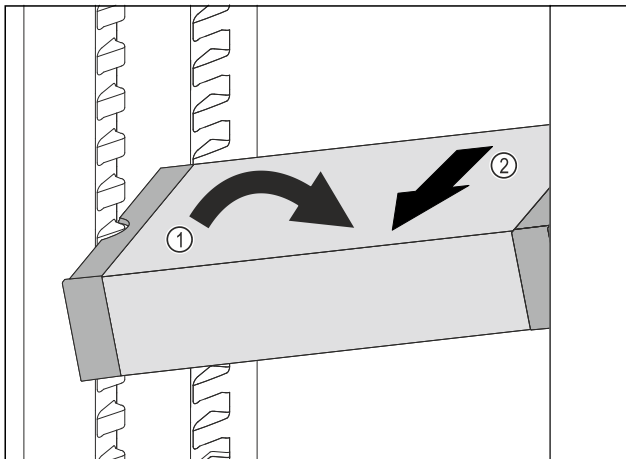

Fig. 120
- Incliner le VarioSafe dans la partie réfrigérateur. Fig. 120 (1)
- Sortir le tiroir VarioSafe par l'avant. Fig. 120 (2)